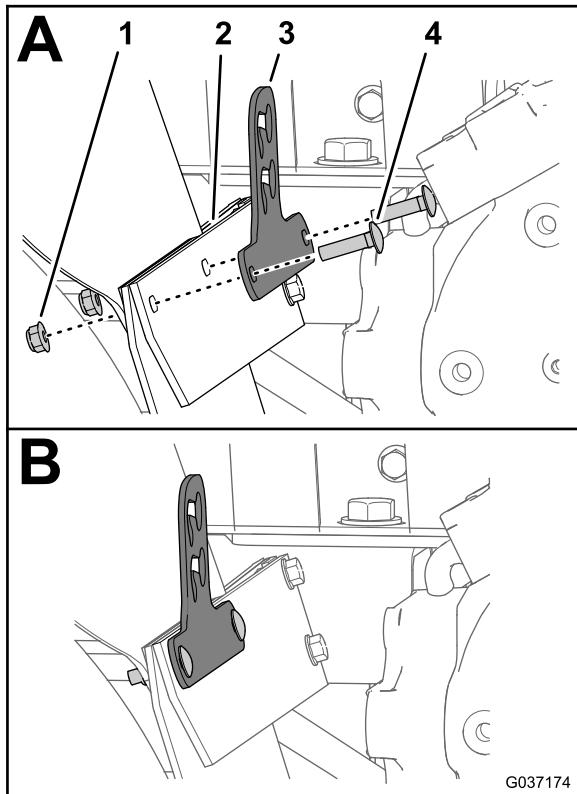

図 10
- 3. バルブ用ブラケットを、フェンダーストラップ、泥よけ、およびフェンダに組み付ける図10 キャリッジボルト5/16 x 1-1/4 インチ2本とフランジロックナット5/16インチ2個を使用する。